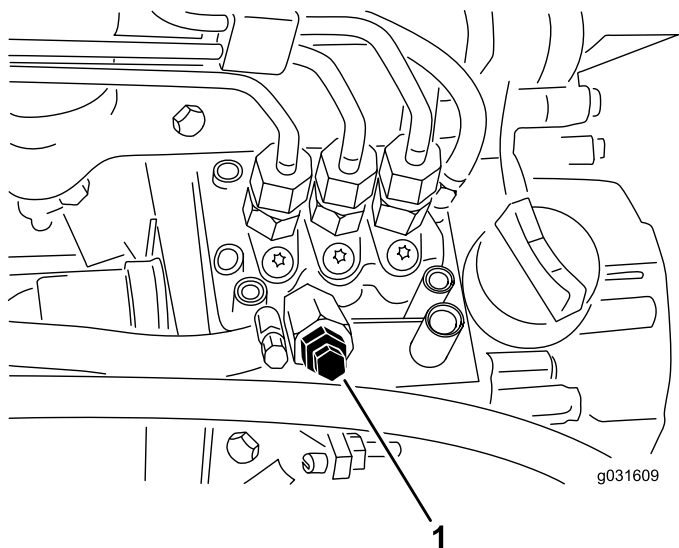

Figura 53
4. Deurubați urubul pentru purjarea aerului de pe pompa de injecție de combustibil (Figura 53).